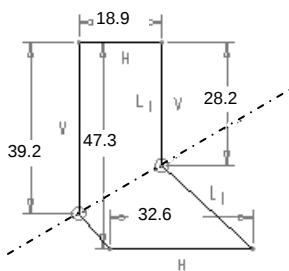

图 4.13.8 打开尺寸显示
Step1. 按下“切换尺寸显示的开/关”按钮 ，打开尺寸显示,此时图形如图 4.13.8 所示。